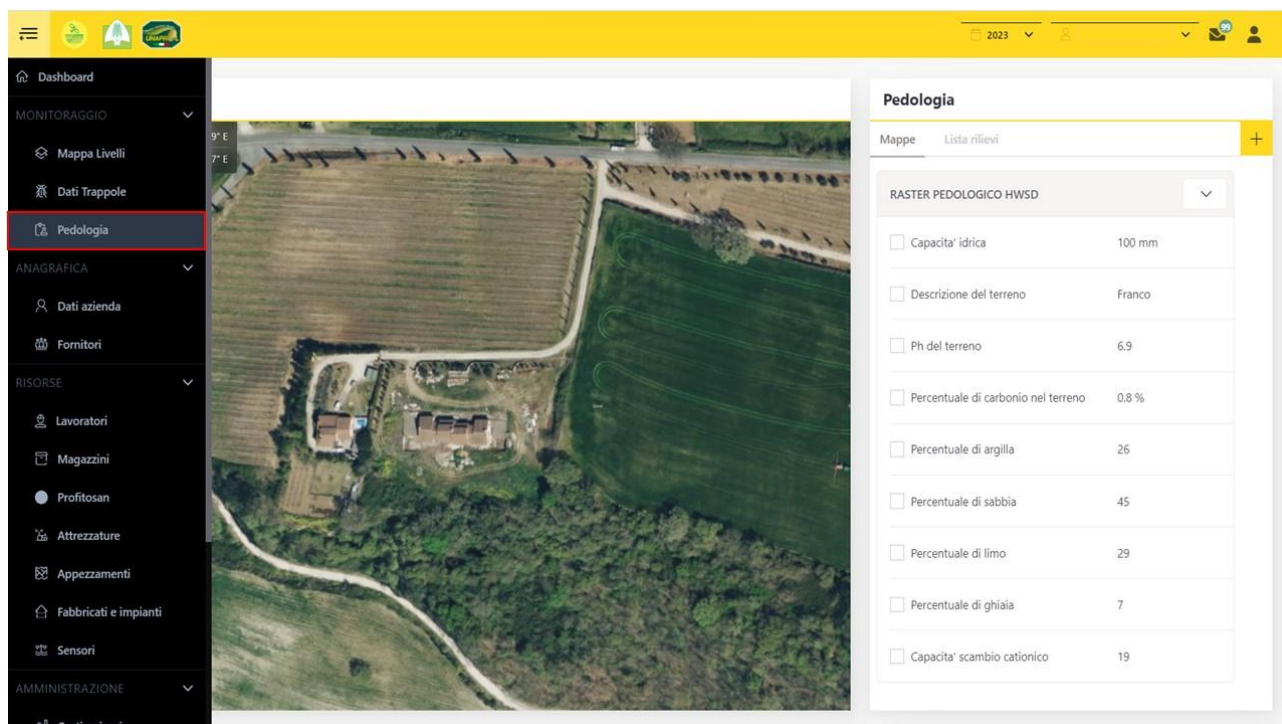

FIGURA 11 - MODULO PEDOLOGIA
- cliccare il modulo *Pedologia* (Figura 11)